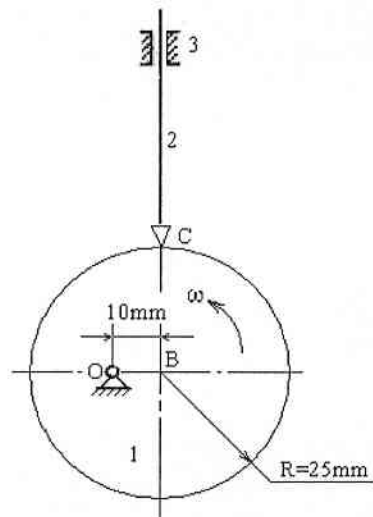

图 4 (题四、1 图)
1. (10 分) 如图 4 所示凸轮机构，凸轮 1 以角速度 ω 匀速回转。试作：